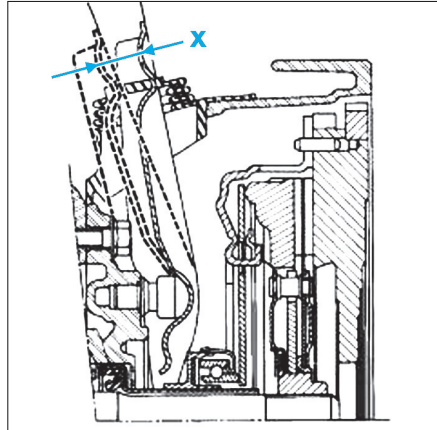

Fig. 10
- Contrôler la course de déplacement (X) de la fourchette qui doit être de $29,5 \pm 0,5$ mm (Fig.10).